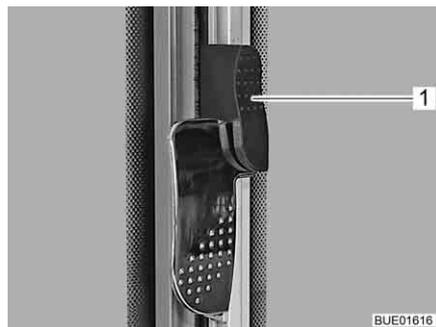

Fig. 108 Ventana corredera con bloqueo giratorio (bloqueado)
- Empujar el pestillo de seguridad (Fig. 108,1) hacia arriba.
- Empujar el pestillo de seguridad (Fig. 108,1) hacia abajo.